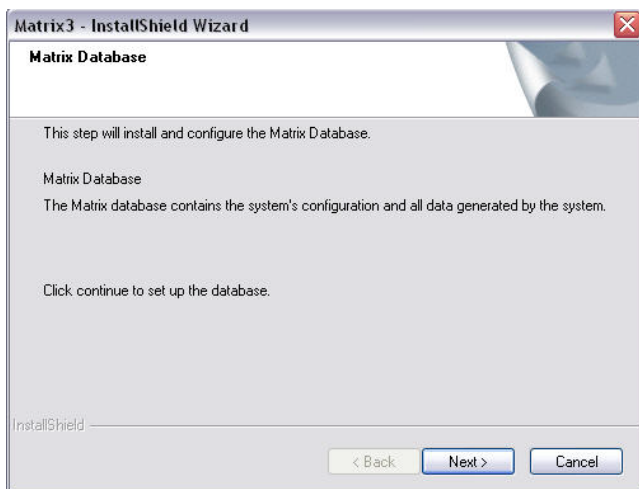

FIG. 8
10. Cuando aparece la pantalla de Configuración de la base de datos de Matrix (Fig. 8), seleccione SIGUIENTE para comenzar la configuración de la base de datos.